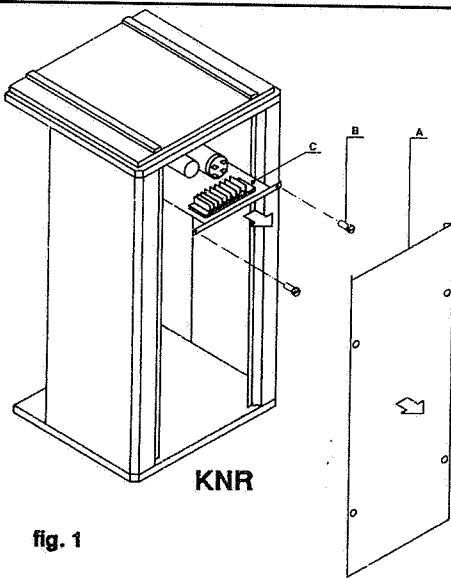

fig. 1
1. Demontieren Sie Seitenteil "A", entfernen Sie die Schrauben "B" und nehmen Paneel "C" teilweise hinaus. (fig. 1.)